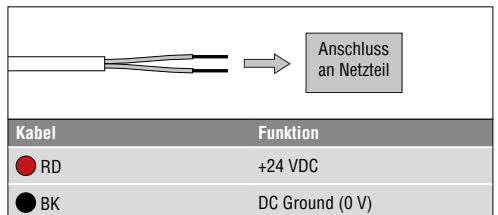

Abb. 12: Anschluss der offenen Kabelenden an ein Netzteil
Schließen Sie das Kabel ② entsprechend der Anschlussbelegung an ein Netzteil an (Abb. 12).